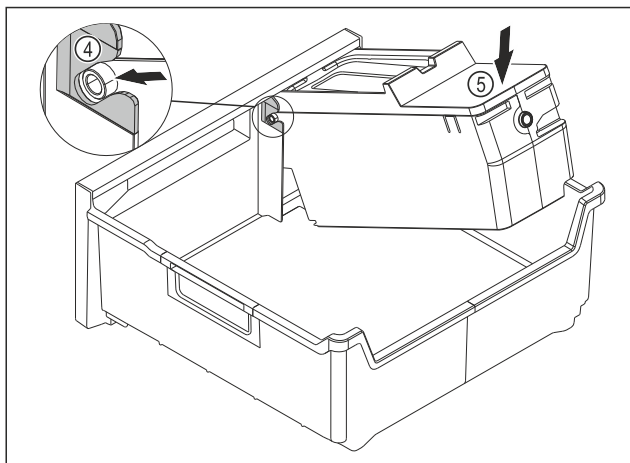

Fig. 135
- ▶ Montering af EasyTwist-Ice-legemet: Skub EasyTwist-Ice-legemets akser ind i føringerne Fig. 135 (4).
- ▶ Tryk EasyTwist-Ice-legemet Fig. 135 (5) ned bagtil.